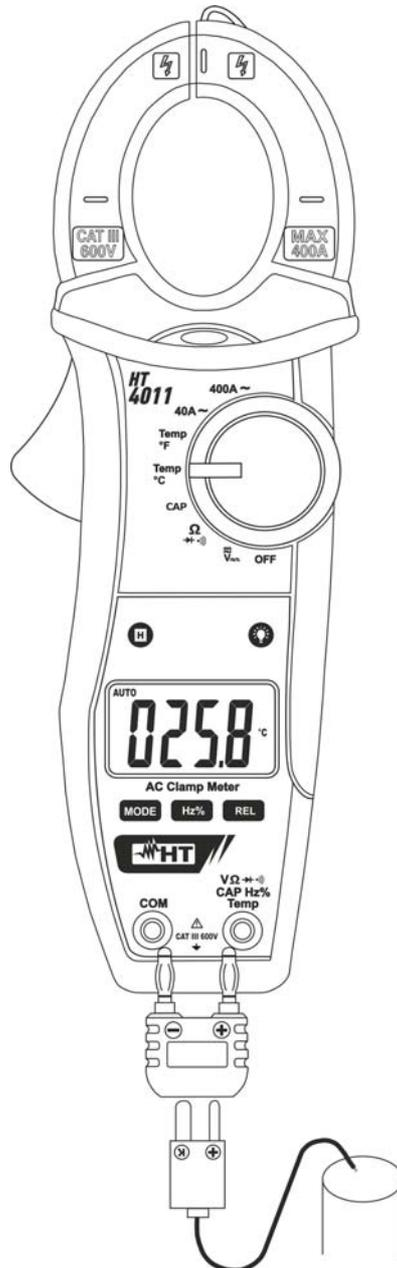

Fig. 9: Uso della pinza per misura di Temperatura con sonda K
2. Inserire la sonda a filo tipo K in dotazione nei terminale di ingresso **VΩ→←CAPHz%Temp** e **COM** tramite l'opportuno adattatore, rispettando la polarità mostrata in Fig. 9. Il valore della temperatura è mostrato a display